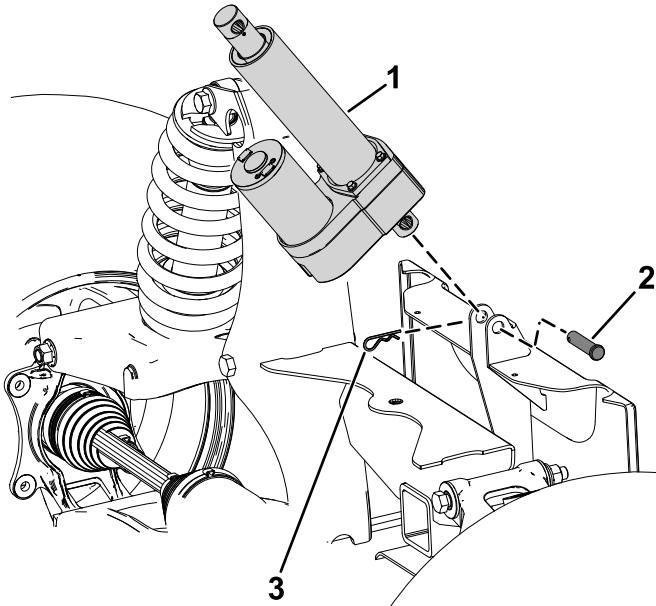

Bild 6
1. Montieren Sie den Hubzylinder an den Halterungen des Heckrahmens mittels einem Lastösenbolzen und Splint (Bild 6).